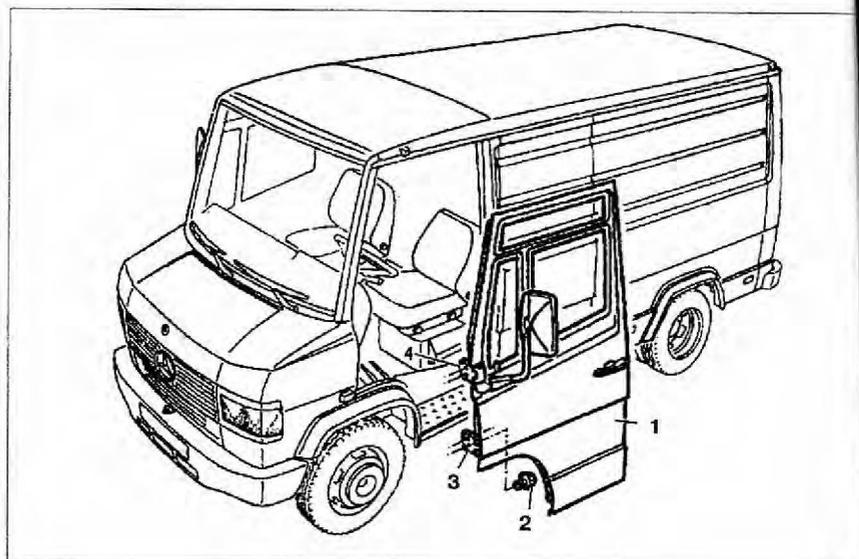

Рис. 8.6. Передняя дверь:
1. Открутите болты 2 крепления петель 3 и 4 (рис. 8.6).